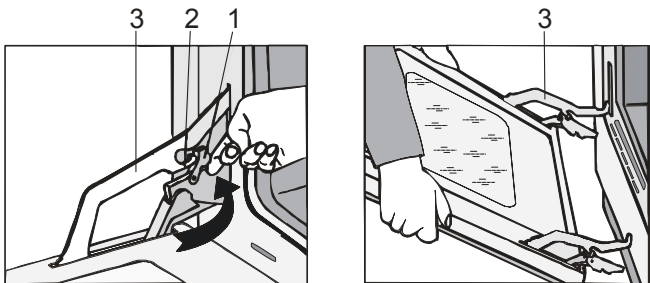

Рисунок 17 Демонтаж дверцы духового шкафа
- зафиксировать оба шарнира, потянув за зажим **1** на упоре **2** шарнирной скобы **3** (Рисунок 17),